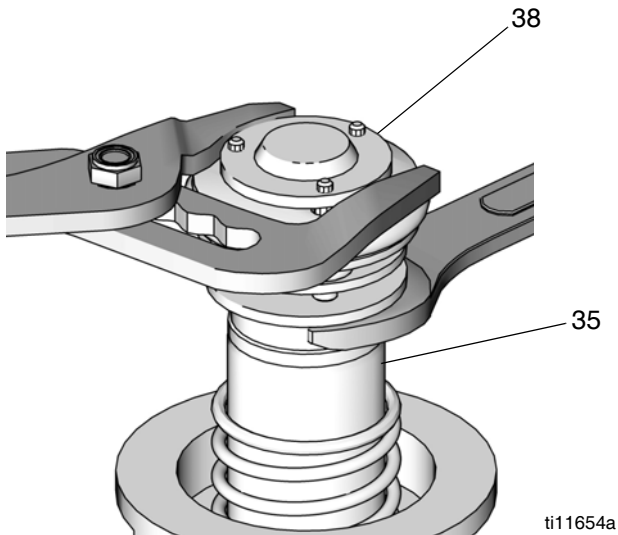
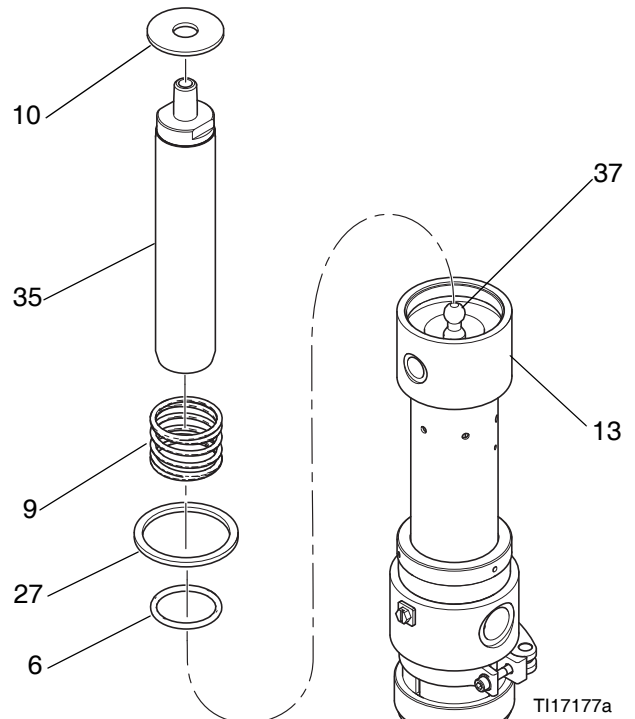

FIG. 11
FIG. 13
3. Usare una pinza sulla piastra superiore del pistone della valvola dell'aria (38) e una chiave sull'asta del pistone (35) per svitare il pistone della valvola dell'aria dall'asta del pistone. Vedere: FIG. 11.
4. Rimuovere la rondella (10), la molla inferiore (9) e la guarnizione (27). Controllare l'eventuale presenza di usura o danni e sostituirle se necessario. Vedere: FIG. 13.
1. Reinstallare l'o-ring (6). Ricollegare l'asta del pistone (35) e l'asta di collegamento della pompa (37). Vedere: FIG. 13.
2. Reinstallare la guarnizione (11), la molla (9) e la rondella (10). Riasssemblare il pistone (38). Applicare del sigillante per filettature alle filettature dell'asta del pistone (35) e avvitare attentamente il pistone (38) sull'asta. Vedere FIG. 11 e FIG. 13.